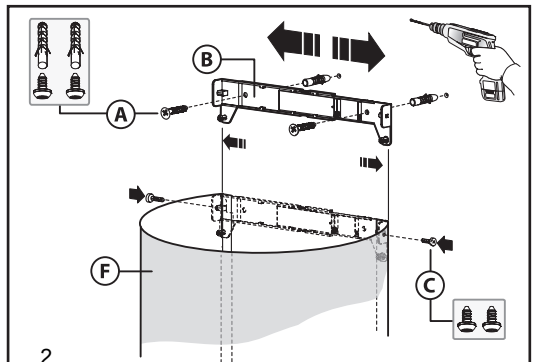

Fig.4
- Justér bredden på beslaget til den øverste afskærmning (Fig.4). Fastgør den herefter til væggen, så den er på linje med emhætten, ved hjælp af skrueerne **A** (Fig.4), og vær opmærksom på afstanden til loftet, som angivet i (Fig.2B). Tilslut slangen (følger ikke med) til flangen **D** (Fig.1B).
- Træk den øverste del af emhætten **F** op til beslaget, og fastgør den ved hjælp af skrueerne **C** (Fig.4).